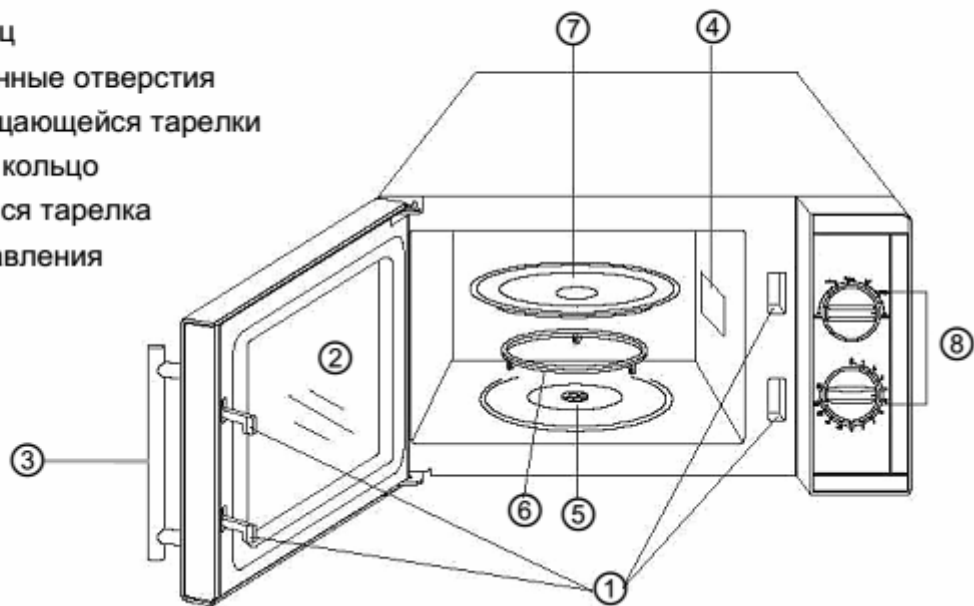

Рисунок 2. Описание частей прибора
4.6.2 Установите поворотное кольцо как показано на рис.2: